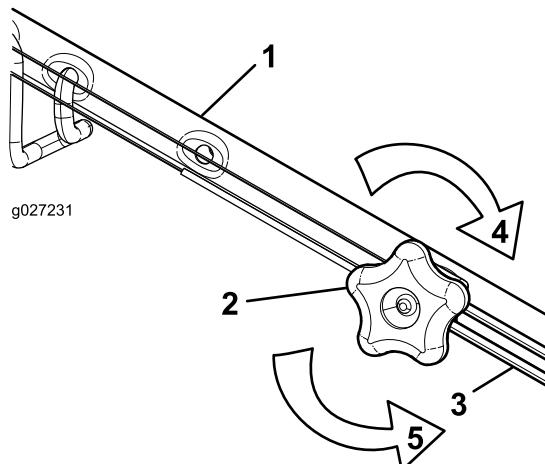

Figura 27
2. Ajuste la tensión del cable (Figura 27) tirando del mismo hacia atrás o empujándolo hacia adelante, y sujételo en esa posición.
1. Gire el pomo de ajuste en sentido antihorario para aflojar el cable (Figura 27).